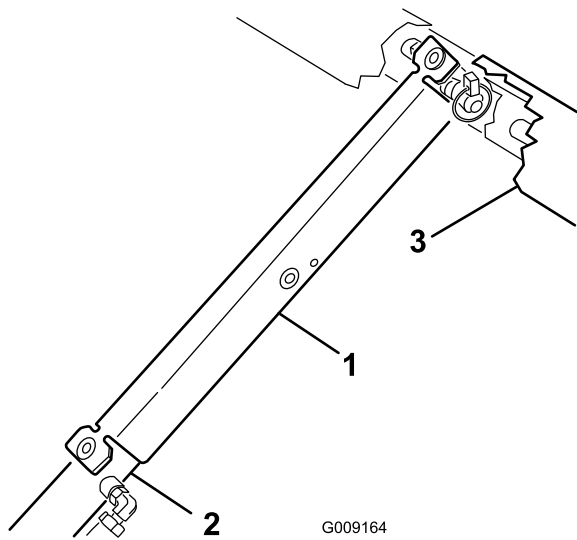

Figure 38
3. Poussez la béquille de sécurité sur la tige du vérin et vérifiez que les languettes d'extrémités sont en appui au bout du corps du vérin et au bout de la tige du vérin (Figure 38).